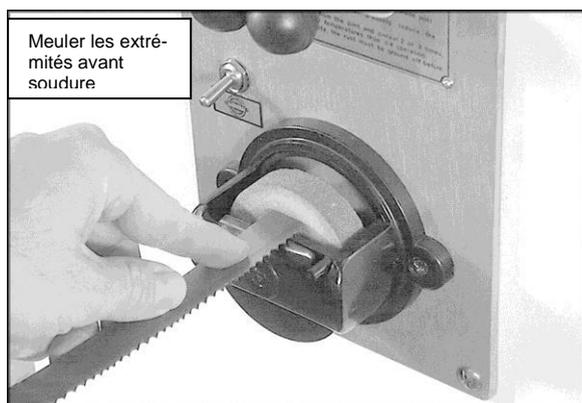

Figure 17
**IMPORTANT** : Si la lame a été coupée avec une cisaille à poing, les extrémités de la lame doivent être meulées/poncées avant de les souder, comme illustré en Figure 17.